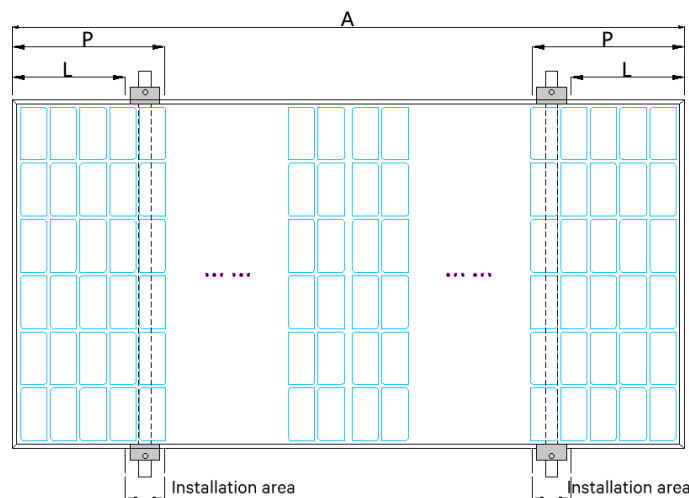

Figura 10: Metodo di fissaggio delle staffe sul lato lungo
- Figura 10 e tabella: posizione di installazione del modulo solare con celle da 182mm e tipo di modulo con 4 morsetti sul lato lungo.